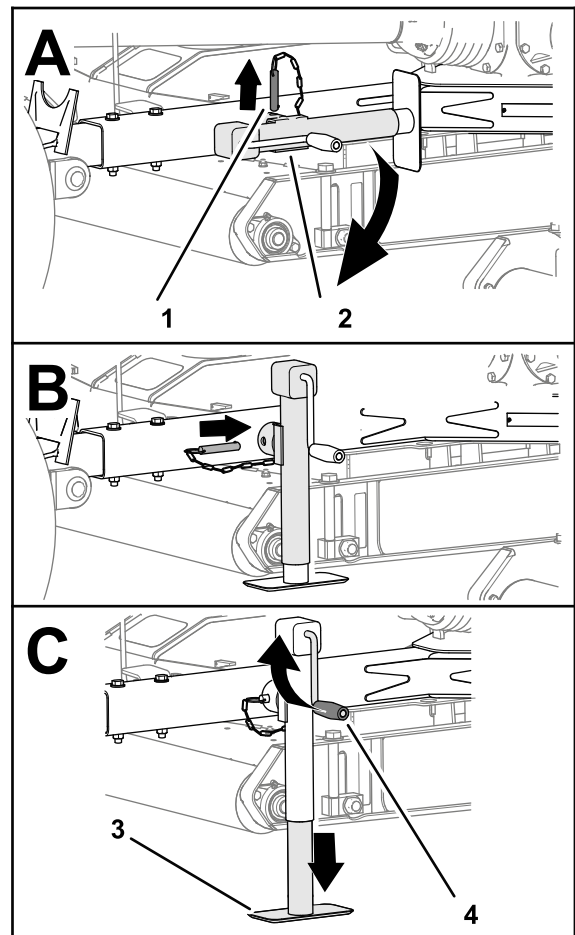

Рисунок 17
3. Извлеките штифт и поверните домкрат буксировочной штанги вертикально (Рисунок 17).
4. Совместите отверстие в буксировочной штанге с отверстием в домкрате (Рисунок 17).
5. Вставьте штифт в отверстия буксировочной штанги и домкрата (Рисунок 17).
2. Вращайте рукоятку домкрата так, чтобы полностью поднять опорную плиту домкрата; см. Рисунок 17 в разделе Удерживание газонокосилки на домкрате \(страница 15\).